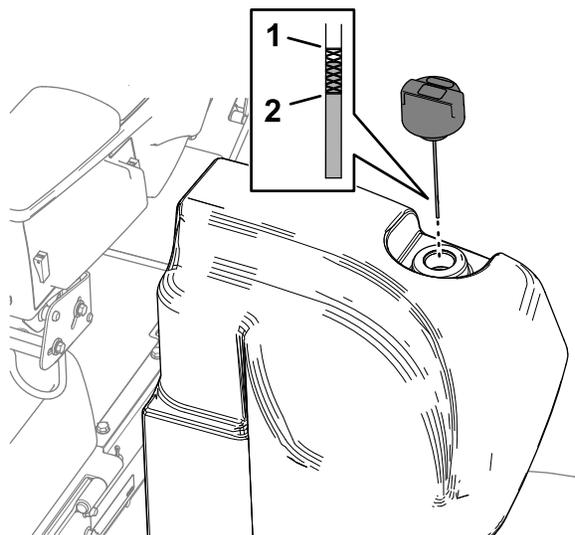

Рисунок 145
2. Очистите зону вокруг заливной горловины и крышки гидравлического бака (Рисунок 145).